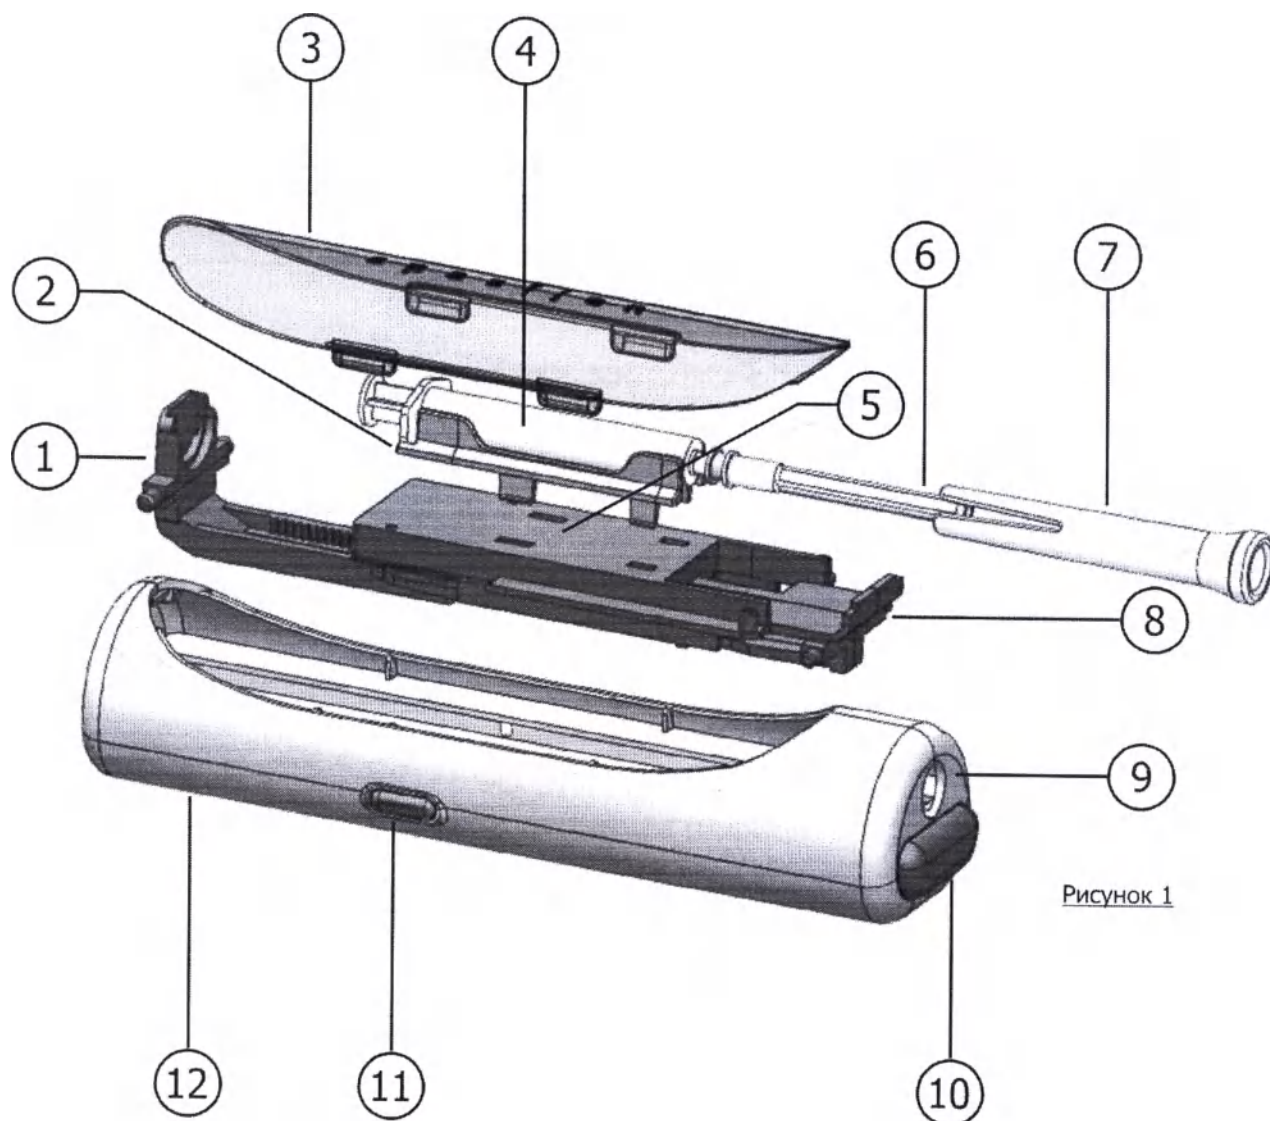

Рисунок 1
Описание. Изделие представляет собой компактный корпус из полимерного материала эргономичной формы с крышкой (см. рис.1) Внутри корпуса располагаются пружинные механизмы, с помощью которых осуществляется автоматическое проведение инъекций. На боковой поверхности корпуса находится спусковая кнопка, которая приводит в действие механизмы проведения инъекции. На корпусе изделия в торцевой части рядом с отверстием для выхода иглы находится предохранитель, который блокирует срабатывание устройства при случайном нажатии спусковой кнопки. Для установки шприцев в корпус инъектора имеются сменные картриджи для шприцев объемом 3 мл и 5 мл. Картридж со шприцем крепится на держателе картриджа, который находится внутри корпуса устройства. Для снятия колпачка с иглы шприца предусмотрен сниматель колпачка. Инъектор медицинский «Спасилен» поставляется в компактном пластиковом пенале, обеспечивающем безопасную транспортировку и хранение изделия.
- а) для подкожной инъекции подъемник шприца нужно взводить не до упора, а до указательной линии подкожной инъекции, обозначенной внутри корпуса (см. Рис.1), доведение до линии сопровождается характерным (первым) щелчком;